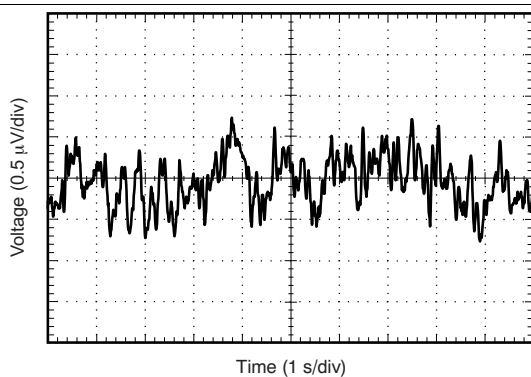

图 11. 0.1Hz 至 10Hz 输入电压噪声
0.1Hz 至 10Hz 输入电压噪声 (5.5V)	图 11